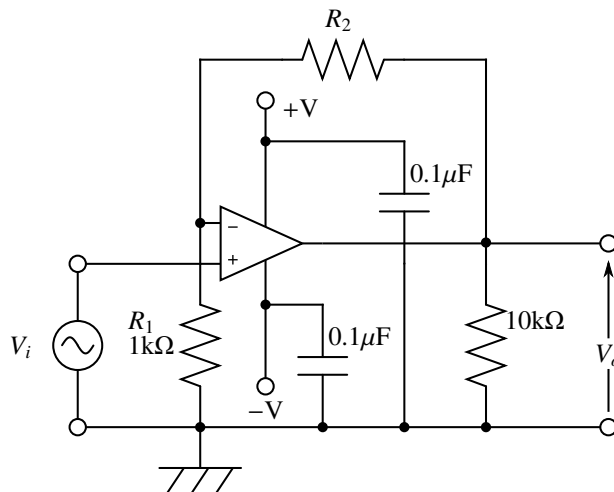

図 12-3 非反転交流増幅の実験回路
2. オペアンプのピン接続図(図 12-1) および実験回路図(図 12-3)をもとに，ブレッドボード上に  $\pm 15$  [V] (または  $\pm 5$  [V]) 電源動作での非反転交流増幅回路を組み立てる．図中のコンデンサ  $0.1\mu\text{F}$  は，オペアンプが異常発振するのを防ぐ目的で入っている．直流電源の極性に注意して接続を行うこと．極性を誤ると，オペアンプは破損する．